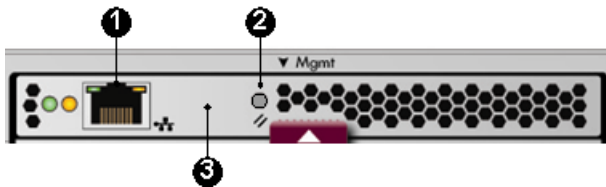

Abbildung 18 Verwaltungsmodul
Das Verwaltungsmodul verfügt über einen MDI-X-Port, der Straight-Through- oder Crossover-Ethernet-Kabel unterstützt. Verwenden Sie ein Kabel ab Cat 5e, um das Verwaltungsmodul über seine Ethernet-Buchse (1, Abbildung 18) mit dem Verwaltungsserver zu verbinden.
3. Drücken Sie die vertiefte Taste zum Zurücksetzen (2, Abbildung 18), und halten Sie diese für 4 bis 5 Sekunden gedrückt. Dadurch wird die IP-Adresse auf 192.168.0.1 festgelegt. Wenn Sie auf dem Verwaltungsmodul HP Command View EVA 9.3 oder höher ausführen, leuchtet die gelbe Anzeige oben rechts am Ethernet-Port (1, Abbildung 18) kurz, sobald das Zurücksetzen beginnt. Sobald das Zurücksetzen abgeschlossen ist (binnen ca. zwei Minuten), leuchtet die grüne Anzeige oben links am Ethernet-Port. Wenn Sie eine frühere HP Command View EVA-Version auf dem Verwaltungsmodul ausführen, blinkt die gelbe Anzeige kurz, sobald das Zurücksetzen abgeschlossen ist.
1. Drücken Sie die vertiefte Taste zum Zurücksetzen (2, Abbildung 18), und halten Sie diese für 4 bis 5 Sekunden gedrückt. Dadurch wird die IP-Adresse auf 192.168.0.1 festgelegt. Wenn Sie auf dem Verwaltungsmodul HP Command View EVA 9.3 oder höher ausführen, leuchtet die gelbe Anzeige oben rechts am Ethernet-Port (1, Abbildung 18) kurz, sobald das Zurücksetzen beginnt. Sobald das Zurücksetzen abgeschlossen ist (binnen ca. zwei Minuten), leuchtet die grüne Anzeige oben links am Ethernet-Port. Wenn Sie eine frühere HP Command View EVA-Version auf dem Verwaltungsmodul ausführen, blinkt die gelbe Anzeige kurz, sobald das Zurücksetzen abgeschlossen ist.